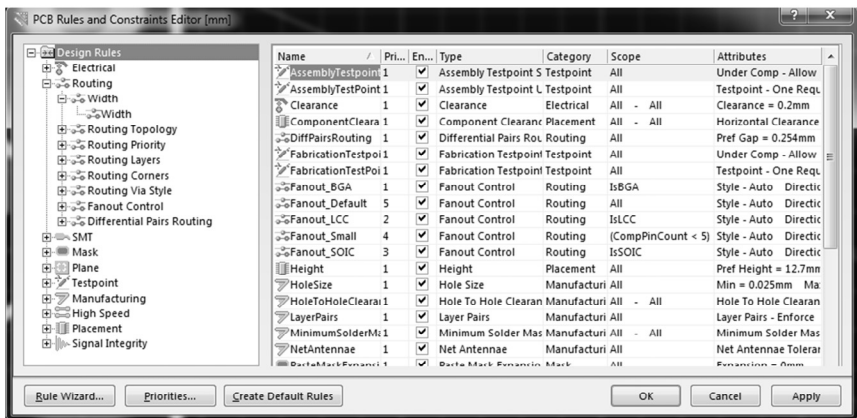

Рис. 4.11. Диалоговое окно Rules and Constraints Editor (Редактор правил и ограничений)
2. Открывается диалоговое окно **PCB Rules and Constraints Editor** (Редактор правил и ограничений для печатной платы), рис. 4.11. Категории правил отображаются в левой части окна в папке **Design Rules** (Правила проектирования). Дважды щелкните на категории **Routing** (Трассировка), чтобы отобразить список правил трассировки. Разверните подкатегорию **Width** (Ширина), чтобы показать имеющиеся правила, задающие ширину трассы.